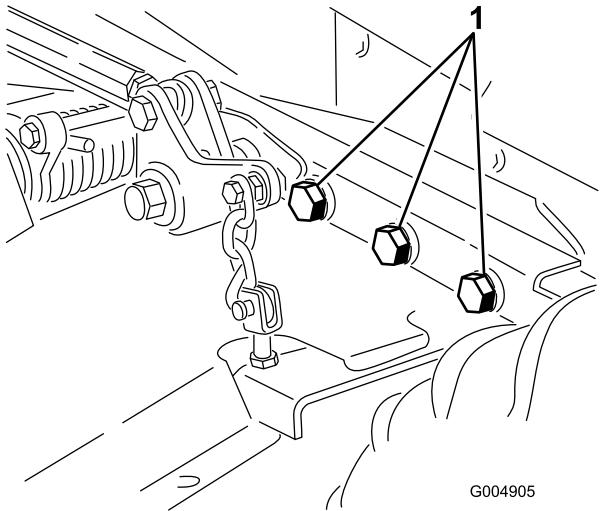

Figure 79
4. Vérifiez le serrage de toutes les fixations et resserrez-les au besoin. Serrez tout particulièrement les 6 boulons qui fixent le cadre du tablier de coupe au groupe de déplacement (Figure 79) à 359 Nm (265 pi-lb).